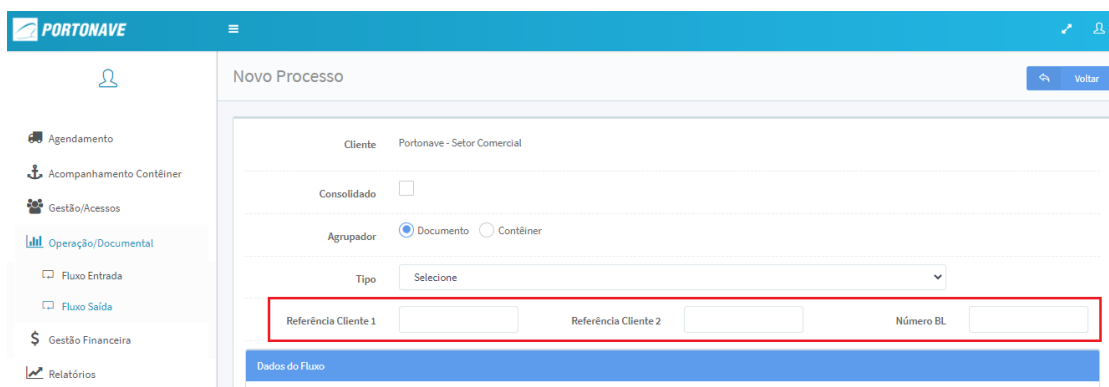

Figura 06 – Tela Informações do Processo.
- 5- Os campos **Referência Cliente 1** e **2** e **Número BL** são opcionais. Contudo, as informações inseridas nestes campos são disponibilizadas no arquivo da nota fiscal enviado ao cliente/despachante com o intuito de auxiliar a vincular o número de referência/código do cliente ao faturamento enviado pelo Terminal (**Figura 06**);